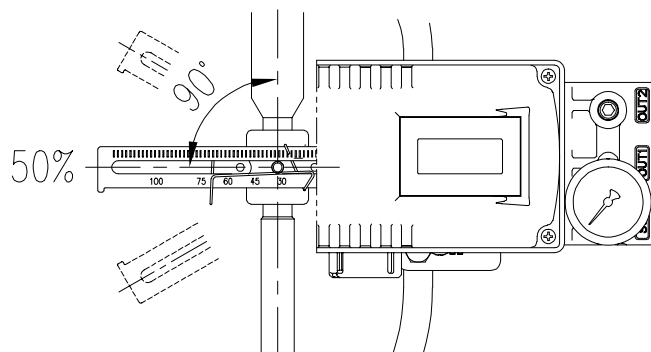

图3-11: YT-3300L / 3350L反馈杆和阀杆
- 7) 检查并确认反馈杆在阀门行程的50 %位置垂直于阀杆。若未垂直，请调节执行器杆上的适配器固定座以使其垂直 – **请勿完全拧紧适配器固定座**。安装不当可能导致线性度不良。参见图3-11。